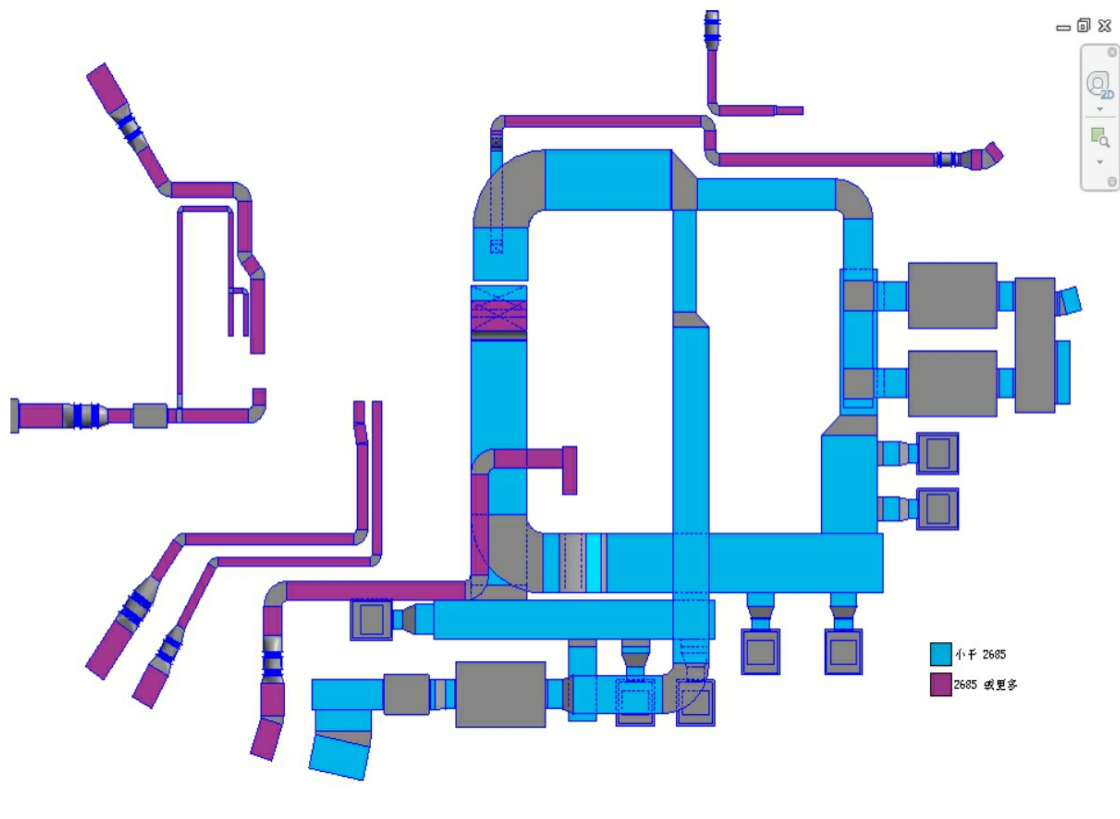

图2-129
(4) 至少一项中填写项目要求的最低净高。单击“确定”按钮后风管的填充颜色就按照图例设置的改变，如图 2-129 所示。本例中满足净高要求的风管显示为紫红色，不满足的显示为蓝色。